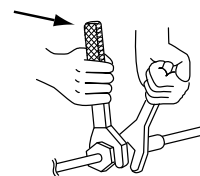

Рис. 19
- Закрутите накидную гайку, а затем затяните ее двумя гаечными ключами – обычным и динамометрическим. (см. рис. 19).